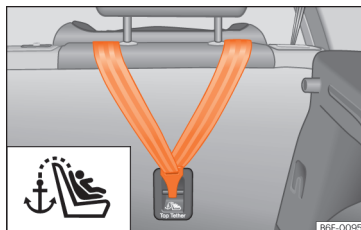

Abb. 29 Rückseite der Rückenbank: Halteösen für den Top Tether-Gurt.
- Befestigungsgurt durchziehen und ordnungsgemäß an der Verankerung an der Rückseite der Rückenlehne befestigen » Abb. 29.